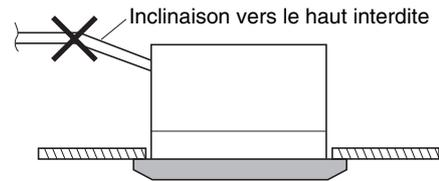

Fig. 3-41
- N'installez pas le tube en l'inclinant vers le haut par rapport à l'orifice de raccordement car les condensats refouleraient et fuiraient même lorsque l'unité ne fonctionne pas. (Fig. 3-41)